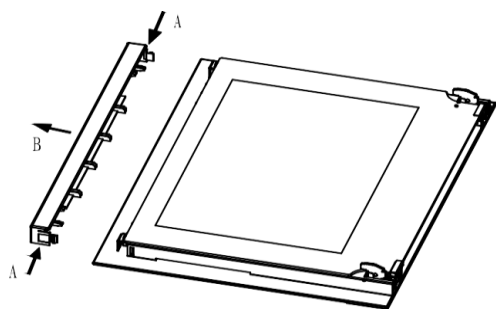

Рис.1
1. Нажмите кнопки на левой и правой сторонах дверцы, выньте верхнюю направляющую. (рис. 1)